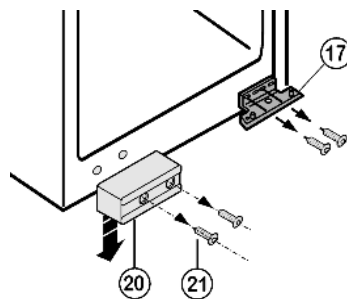

Fig. 13
- ▶ démonter la sécurité de transport de la porte Fig. 13 (20)
- ▶ Dévisser la charnière Fig. 13 (17) inférieure.
- ▶ De l'extérieur, visser le support d'appui Fig. 13 (17) inférieur sur le côté opposé à travers le troisième et le sixième trous longitudinaux avec un couple de serrage de 4 Nm.
- ▶ Visser la sécurité de transport de la porte Fig. 13 (20) sur le côté opposé.